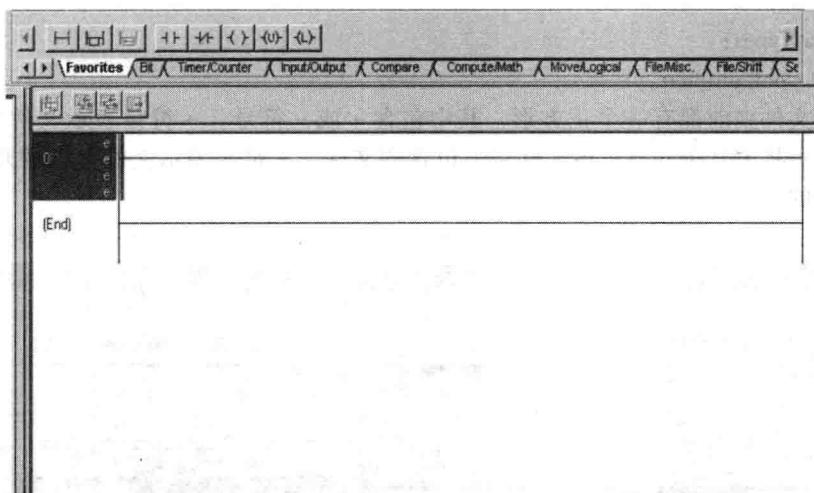

图 1-7 程序编辑器界面
3. 双击 MainRoutine 图标 (MainRoutine)。将打开例程编辑器。软件中会自动添加一个空梯级，如图 1-7 所示。